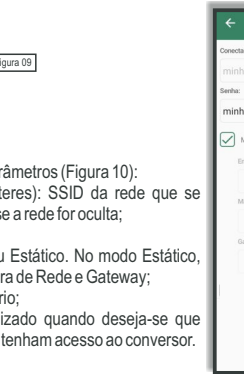

Figura 09
**Passo 4:** Na tela **Configurações de Rede Wi-Fi** (Figura 09), selecione a rede à qual o conversor deve se conectar simplesmente tocando sobre seu nome na lista. Se a rede desejada for uma rede oculta, selecione o botão **Adicionar rede** para configurá-la manualmente.